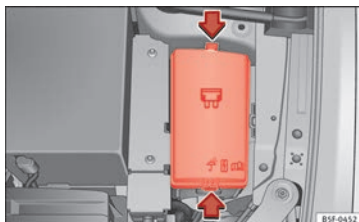

Bild 102 I motorrummet: lock till säkringsdosan
- Tryck på låsflikarna för att lossa säkringsdosans lock » **bild 102.**